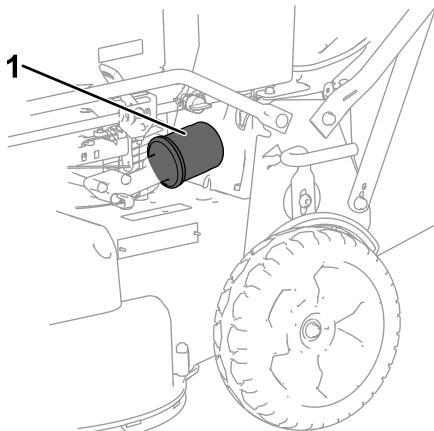

Figura 28
6. Togliete il filtro dell'olio (Figura 28).